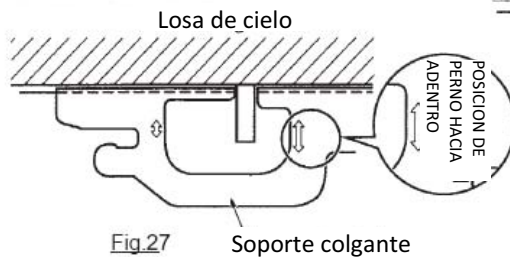

Fig.27
- Asegúrese que el perno de suspensión extendido desde el cielo se mantenga en el interior de la posición con flecha. Reajuste el soporte colgante cuando esté fuera de la posición con flecha. (Ver Fig. 27)